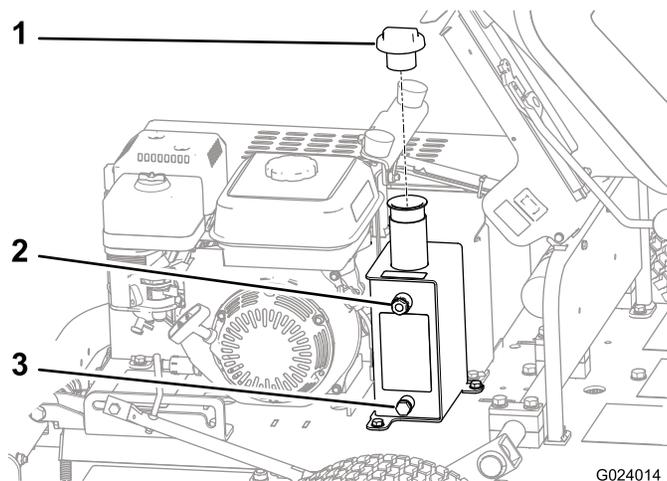

Figure 34
3. Localisez le regard (Figure 34) sur le côté du réservoir hydraulique.
4. Si le niveau de liquide est trop bas, enlevez le bouchon au sommet du réservoir (Figure 34), et faites l'appoint pour obtenir le niveau correct au centre du regard.
1. Placez un bac de vidange sous le bouchon de vidange du réservoir hydraulique (Figure 34).
2. Retirez le bouton de vidange sur le côté du réservoir (Figure 34).
8. Enlevez le bouchon du réservoir de liquide (Figure 34).